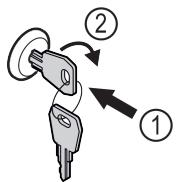

Fig. 123
- Вдавити ключ Fig. 123 (1).
- Повернути ключ на 90° за годинниковою стрілкою Fig. 123 (2).